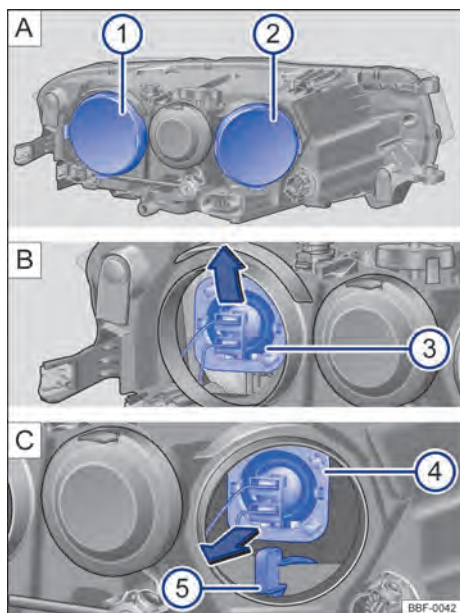

Fig. 187 No compartimento do motor: ① farol baixo e ② farol alto e luz de posição.
- ① Observar a lista de controle e executar as ações → Página 250.
- ② Abrir a tampa do compartimento do motor ⚠️ → Página 268.
③ Remover a respectiva cobertura de borracha → Fig. 187 | A | ① e ② na parte traseira do farol.
④ **Farol baixo:** pressionar a lâmpada incandescente pelo soquete para baixo até desencaixá-la → Fig. 187 ③. Retirar a lâmpada incandescente puxando-a para trás.
Farol alto: pressionar a lâmpada incandescente pelo soquete para cima até desencaixá-la → Fig. 187 ④. Retirar a lâmpada incandescente puxando-a para trás.
Indicadores de direção: retirar o suporte da lâmpada com a lâmpada incandescente, puxando-o para trás → Fig. 187 ⑤.
⑤ Substituir a lâmpada incandescente queimada por uma lâmpada incandescente nova do mesmo modelo.
⑥ **Farol baixo:** encaixar a lâmpada incandescente com o conector na abertura do farol e pressionar para dentro até que se trave firmemente → Fig. 187 ③. O ressalto da lâmpada incandescente deve estar voltado para cima e ser montado no encaixe do refletor do farol.
Farol alto: encaixar a lâmpada incandescente com o conector na abertura do farol e pressionar para dentro até que se trave firmemente → Fig. 187 ④. O ressalto da lâmpada incandescente deve estar voltado para baixo e ser montado no encaixe do refletor do farol.
Indicadores de direção: inserir o suporte da lâmpada com a lâmpada incandescente no farol até o batente → Fig. 187 ⑤
- ⑦ Instalar a respectiva cobertura de borracha
- ⑧ Fechar a tampa do compartimento do motor → Página 268.
- ⑨ Após a montagem da lâmpada nova, regular o fecho do farol.